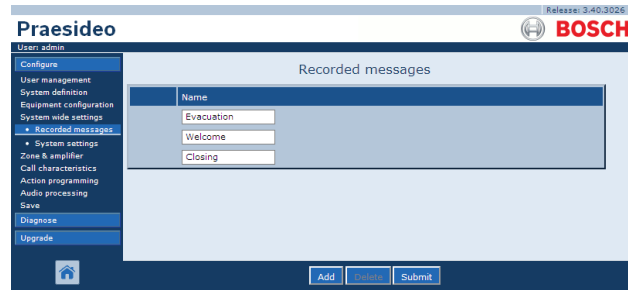

Abbildung 44.8: Anmelden von Durchsagen, Schritt 4
- 4 Klicken Sie auf die Schaltfläche *OK*, um die Löschung der Durchsage aus der Liste zu bestätigen. Im Hauptframe der webbasierten Benutzeroberfläche wird ein Bildschirm angezeigt, der dem in Abbildung 44.8 gleicht.